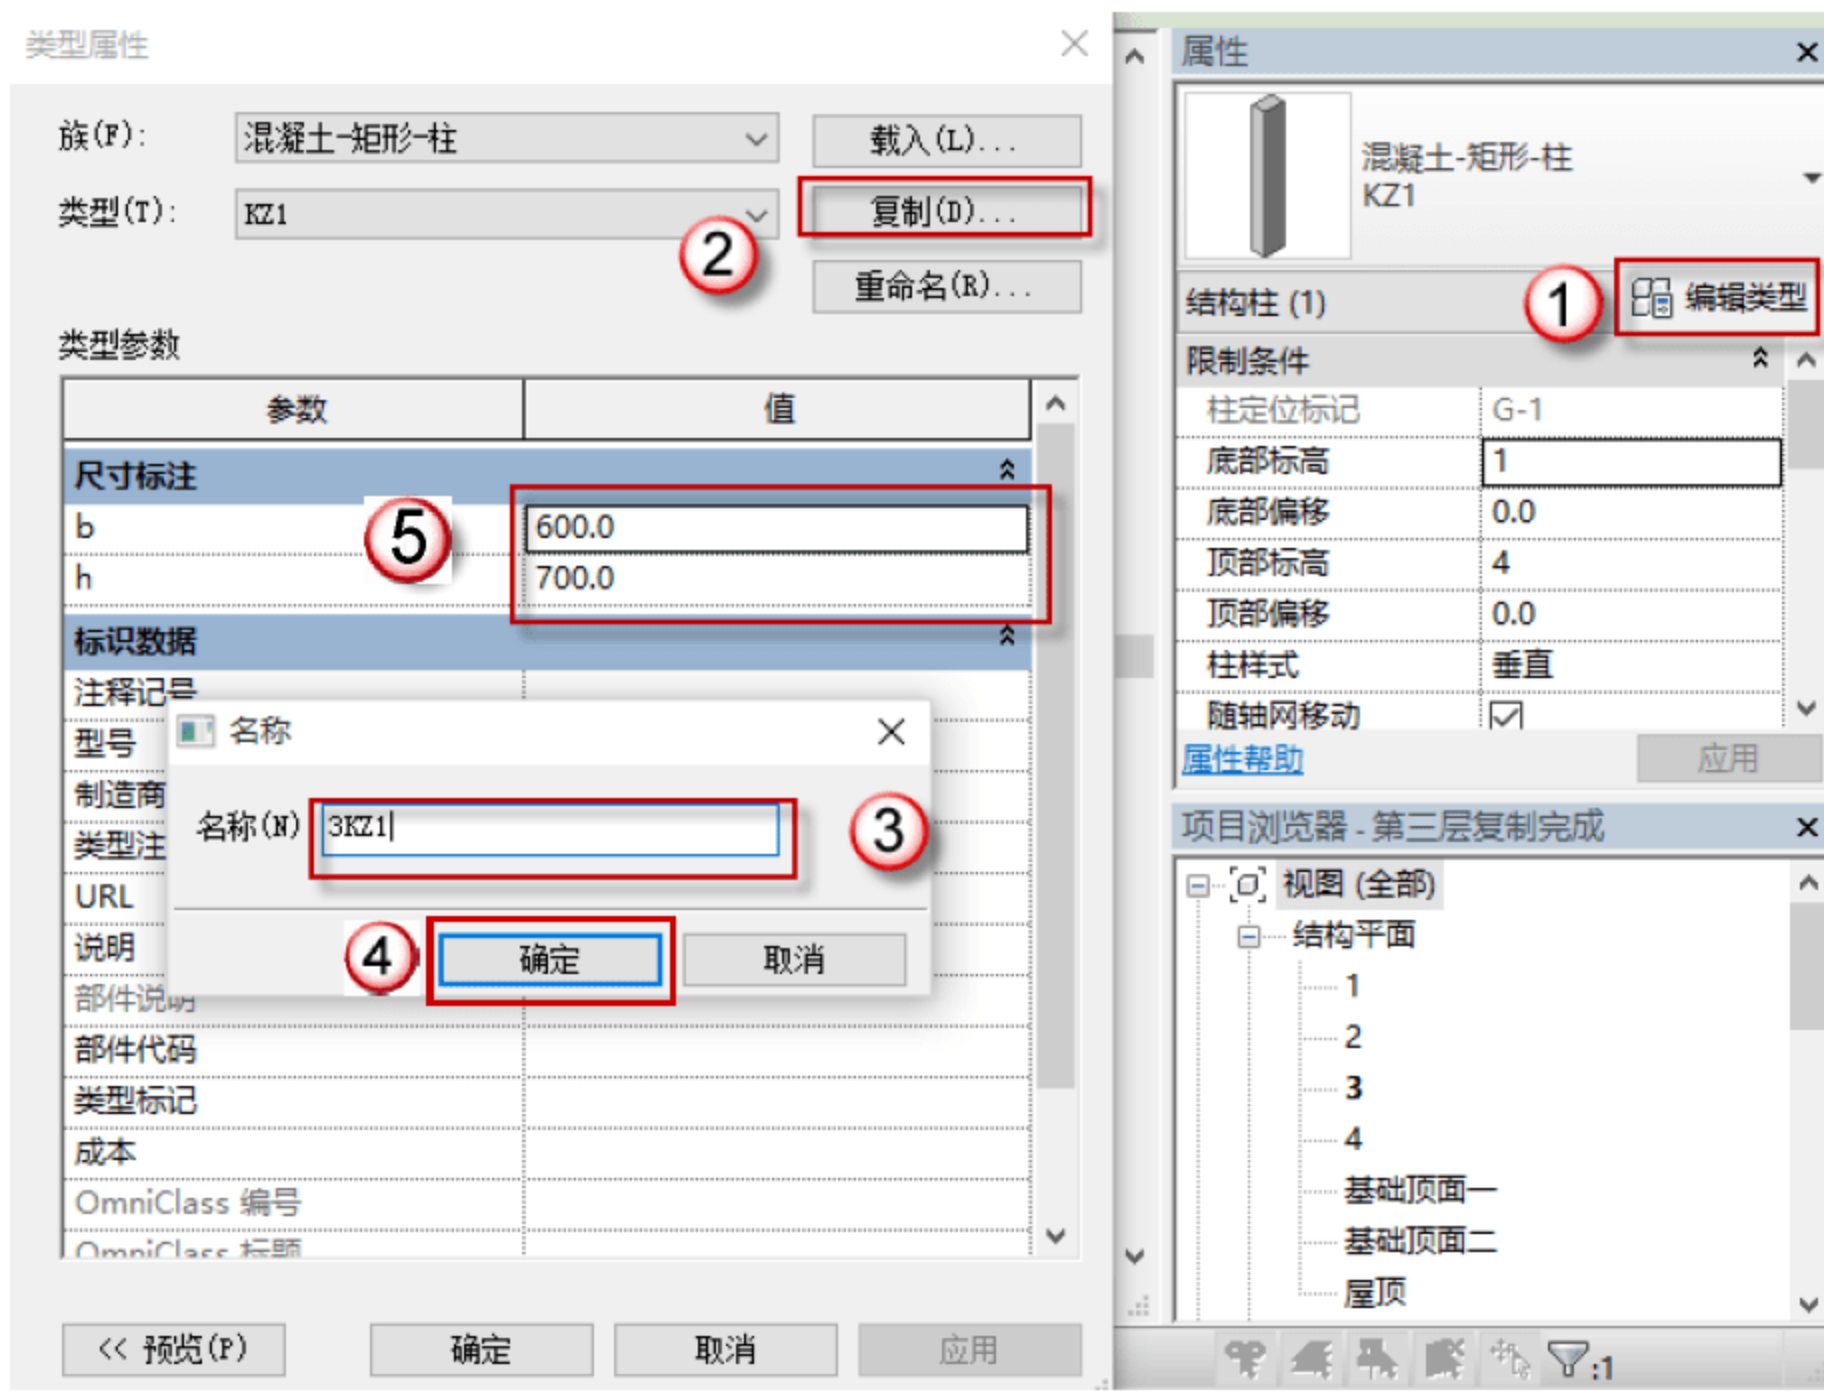

图 4.4.2 修改 KZ1
(2) 修改 KZ1 的参数以及名称，单击 KZ1 对象，单击“编辑类型”按钮，在弹出的对话框中，单击“复制”按钮，在弹出的对话框中命名新的族名称“3KZ1”，单击“确定”按钮，在“尺寸标注”栏中修改截面参数，如图 4.4.2 所示。